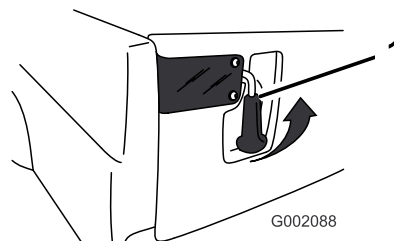

図 30
1. テールゲートを開くには、ラッチを上に戻す（図 30）。スプリングの働きでラッチは内側に飛び出してくるので、注意しながらテールゲートを降ろす。